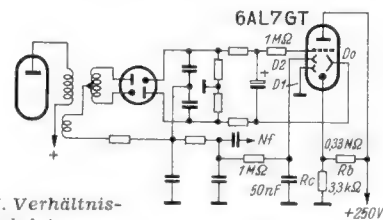
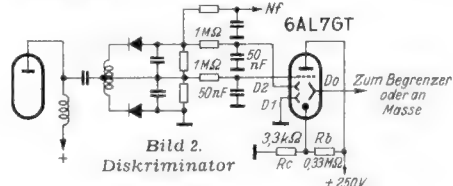

Bild 1. Verhältnis-Demodulator
Bild 2. Diskriminator
H. B. Karplus gibt die hier wiedergegebenen beiden Schaltungen an, mit denen eine wirklich befriedigende Abstimmanzeige bei Anschaltung an FM-Demodulatoren möglich ist. Beiden gemeinsam ist, daß die Abstimmanzeigehöhre normalerweise fast gesperrt ist und durch eine positive Spannung, die aus der Demodulatorschaltung gewonnen und mehr oder weniger geöffnet wird. Bild 1 zeigt ein Beispiel für einen Verhältnis-Demodulator (Ratiodetektor). Der Serienwiderstand am Gitter der 6AL7GT (1 MΩ) verhindert ein zu starkes Anwachsen des Anodenstroms bei starken Signalen. Die Diskriminatorschaltung nach Bild 2 wird zweckmäßig mit Kristalldioden aufgebaut,